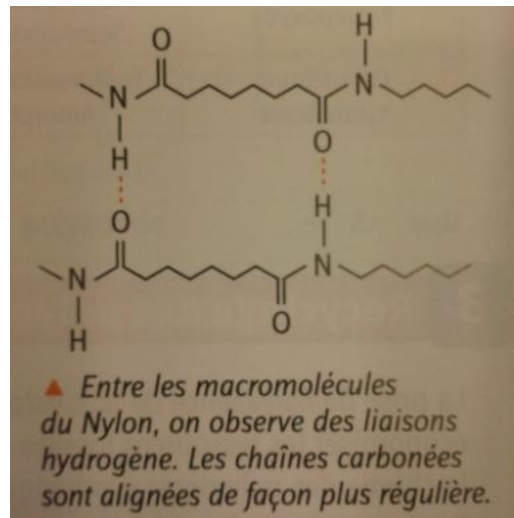

FIGURE 6 – Liaisons hydrogènes entre les macromolécules de Nylon
- Les liaisons hydrogènes résultant de l'interaction électrostatique entre un atome d'oxygène (O), ou un atome d'azote (N) avec un hydrogène (H) de molécules voisines (figure 6)